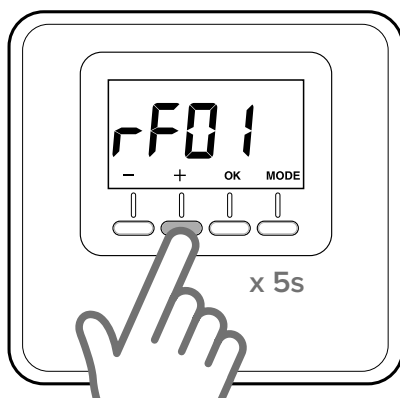

Fig. 6
- Appuyer sur la touche « + » pendant 5 secondes pour accéder aux paramètres techniques, l'écran affiche le paramètre « rF01 » (Fig. 6).